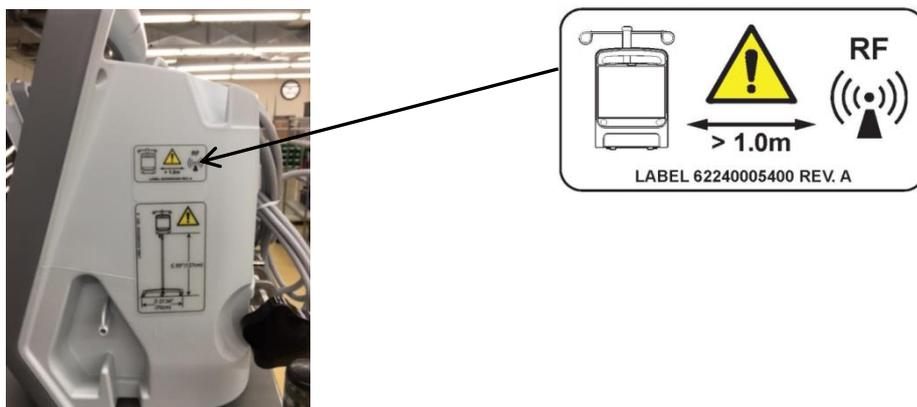

Figura 1. Posizione corretta dell'etichetta sul dispositivo
Ora Zimmer Biomet sta notificando questa distanza di separazione di 1,0 metri, che è stata recentemente accorciata, tra apparecchiature di comunicazione RF al fine di mitigare il potenziale di interferenza elettromagnetica ed ottenere una performance ottimale dei sistemi tourniquet. Stiamo fornendo un'etichetta da applicare sul dispositivo e pagine aggiornate del manuale operatore/assistenza per notificare ai nostri clienti questa distanza di separazione di recente definizione e permettere di mantenere una distanza minore tra le apparecchiature, idonea per SO con ambienti più piccoli. La posizione prevista dell'etichetta sul dispositivo si trova direttamente al di sopra dell'etichetta dello stativo a lato del dispositivo, come illustrato nella figura 1 di seguito riportata.
3. **Applicare l'etichetta** sul dispositivo nella ubicazione specificata nella figura 1 precedentemente riportata.